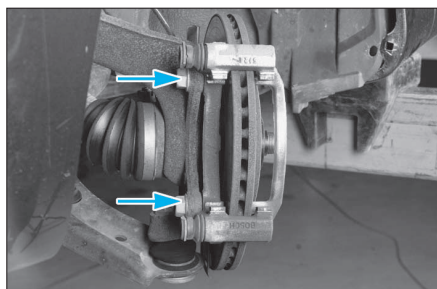

FIG. 5
- les 2 vis (Fig.5) de fixation du support étrier.